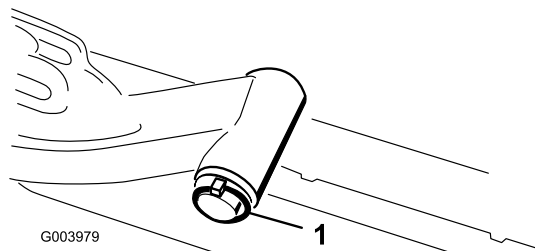

Рисунок 18
А. Снимите шплинт и шайбу, которые крепят ось поворота к подъемному рычагу, и снимите ось поворота с подъемного рычага (Рисунок 18).
- С. Вставьте ось поворота подъемного рычага в подъемный рычаг и зафиксируйте шайбой и шплинтом (Рисунок 18).